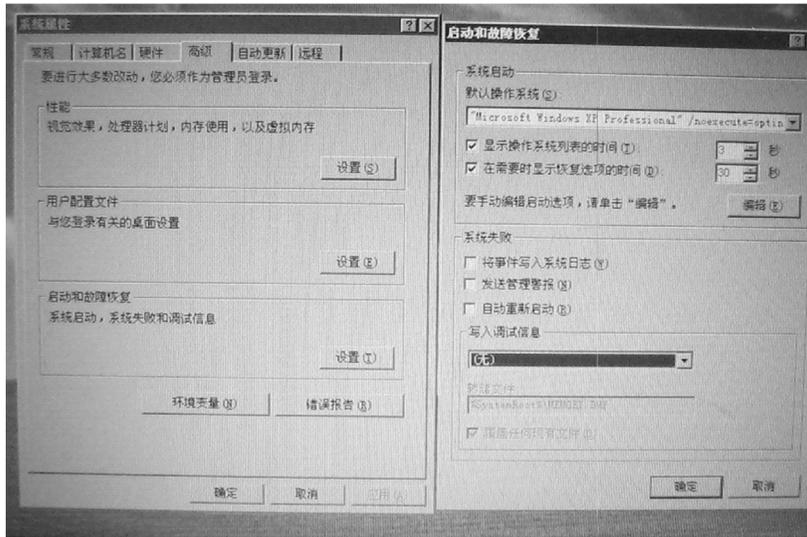

图 3-83 “启动和故障恢复” 设置界面
1) 首先在“系统属性”选项界面中选择“高级”选项卡，即出现“启动和故障恢复”选项，然后单击该区域中的“设置”按钮，就可以进入“启动和故障恢复”设置界面，如图 3-83 所示。